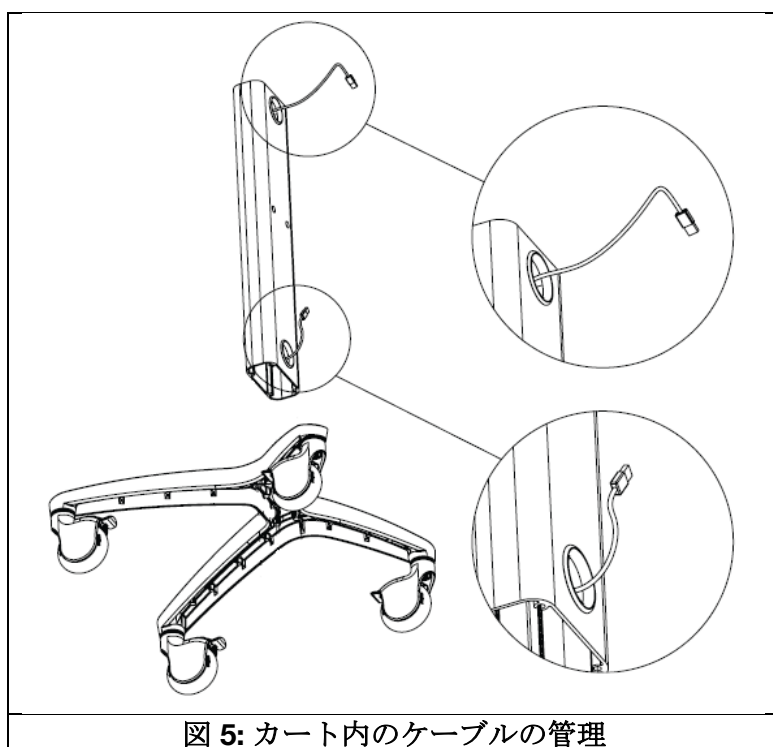

図 5: カート内のケーブルの管理
の組み立て方法の全体については、図 5 を参照してください。
9. UPS の製造者の指示に従って電源ケーブルを接続してください。ケーブルのゆるみにより、輸送中に、カートの車輪に引っかかったり、つまずいたりする危険性があるため、しっかりと固定してください。ケーブルを通すデザインになっている、カート・システム内の空洞スペースを利用します (図 5)。